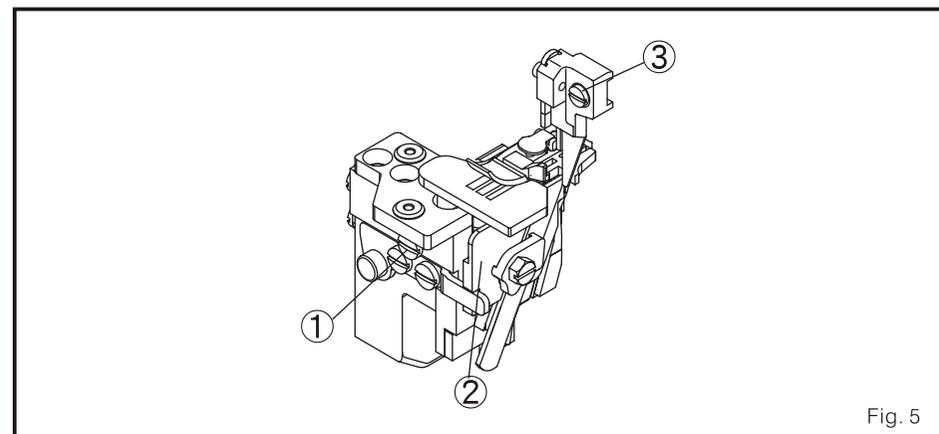

Fig. 5
1. gira a talha para mover o rebordeador superior ao ponto morto inferior. (Fig. 5)